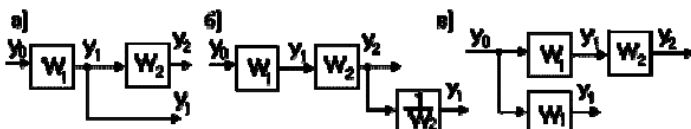

Рис. 25. Перенесення вузла через ланку
5. При перенесенні вузла через ланку за рухом сигналу додається ланка з передавальною функцією, зворотної передавальної функції ланки, через яку переносимо вузол. Якщо вузол переноситься проти руху сигналу, то додається ланка з передавальною функцією ланки, через яку переноситься вузол (рис. 25).
Так, з виходу системи на рис. 25, а) знімається сигнал $y_1 = y_0 W_1$.
Такий же сигнал знімається з виходів рис. 25, б): $y_1 = y_0 W_1 W_2 / W_2 = y_0 W_1$
і рис. 25, в): $y_1 = y_0 W_1$.